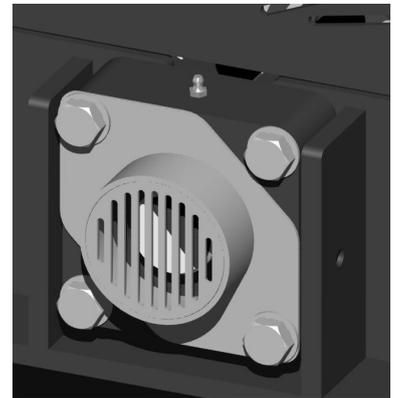

Figure 6 Extrémité d'arbre bicolore (protégée)
- La partie supérieure de la machine ainsi que les autres tôles de protection **ne peuvent pas** être ouvertes/enlevées avant que le disque de rotor ne soit complètement immobilisé et que le moteur du tracteur ne soit arrêté. Il est possible de contrôler si le rotor est complètement immobilisé en consultant l'extrémité d'arbre bicolore (cf. figure 6).